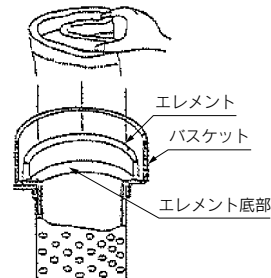

図6.エレメントの装着
- ① 新しいエレメントの布製取手を中心方向に引っ張り、エレメントのつばをつぶしてバスケットの内側にはめ込んで、さらにエレメントのつばをバスケットの底板フランジ面までしっかりと押し込んでください。(図6.参照)
- ② バスケットの切欠き部溝に取手を取り付けてください。(エレメント1本入のタイプについてはバスケットに取手が付いています。)
- ③ 取手を持ちバスケットをケース内に設置してください。
- ④ バスケットから取手を取外してください。
- ⑤ “O”リングをカバーまたはケースにセットしてください。
- ⑥ カバーをケースにセットしてください。